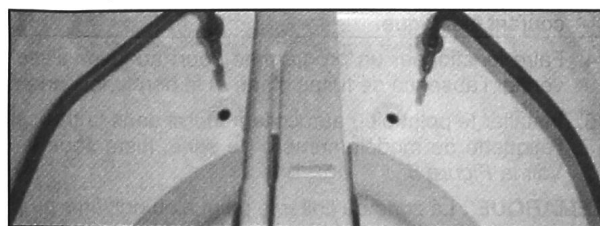

FIGURE 3
9. Remettre le lave-vaisselle debout et tirer sur l'élément chauffant par la cuve, puis le jeter. Voir la *Figure 3*.